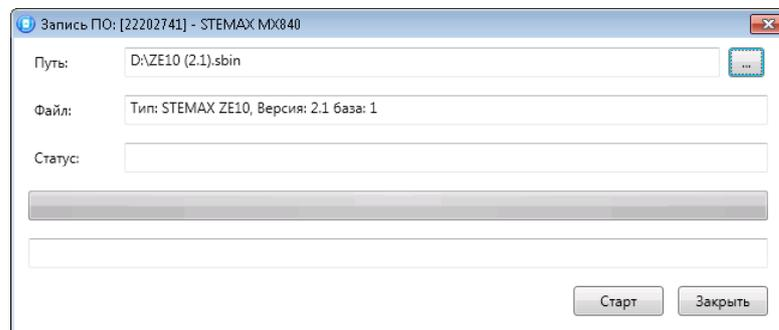

Рисунок 7.2 — Окно Запись ПО
- В открывшемся окне *Запись ПО* (см. рисунок 7.2) укажите путь к файлу новой версии встроенного ПО панели на вашем ПК (файл имеет расширение **.sbin**) и нажмите кнопку *Старт*.